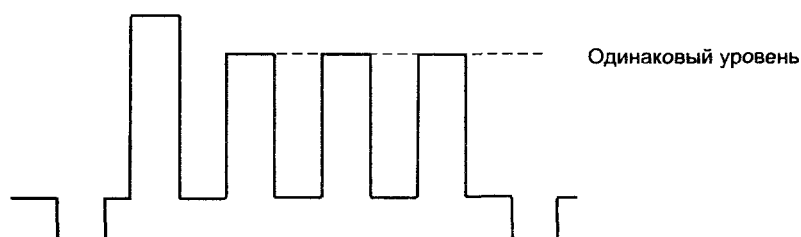

Рис. 5.11. Осциллограмма сигнала B-OUT
4. Изменяя значения параметра SUB COLOR добиваются одинакового уровня последних трех импульсов (эти импульсы соответствуют голубой, пурпурной и синей полосе, см. рис. 5.11).